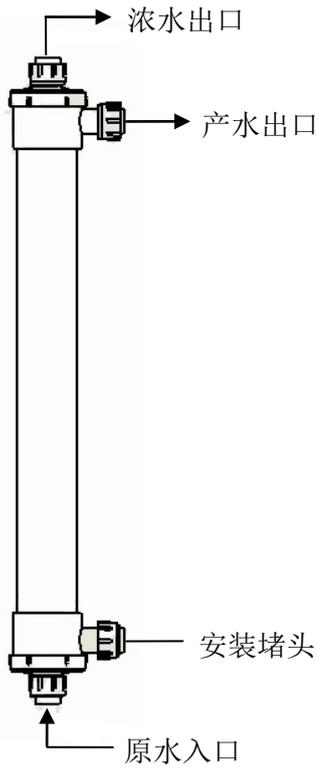
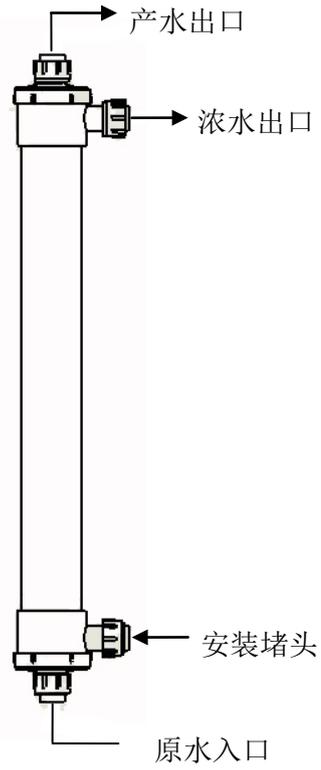
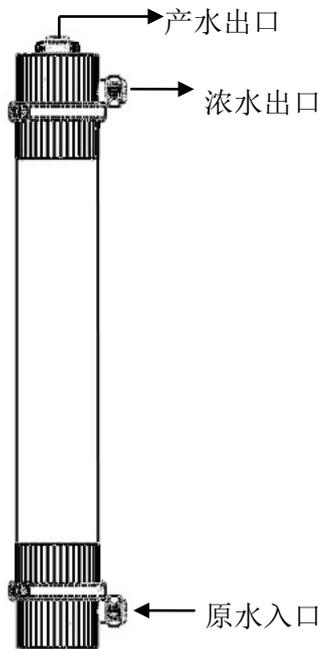
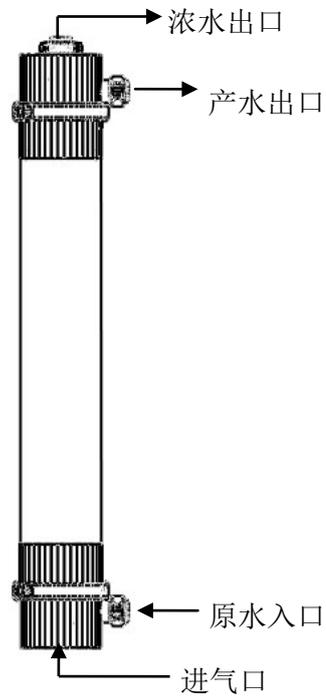

图 6.1 STMUF0909I(内压式)
图 6.2 STMUF09090(外压式)
图 6.3 STMUF2515I(内压式)
图 6.4 STMUF25150(外压式)
根据不同的过滤方式超滤膜组件可以分为内压式和外压式，其对应的进出水流方向也不同，型号为 STMUF0909I/O 膜组件安装示意图见图 6.1 与 6.2，其他型号的膜组件安装示意图见图 6.3 与 6.4，请根据以下说明进行安装。
- 4) 膜组件采用立式垂直安装方式，禁止反向安装或横向安装，安装时请参考示意图 6.1、图 6.2、图 6.3 或图 6.4；